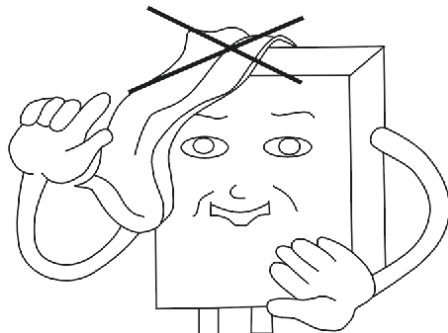

Figura 4.4
- Non collocare asciugamani o vestiti sopra lo scaldabagno (Figura 4.4).